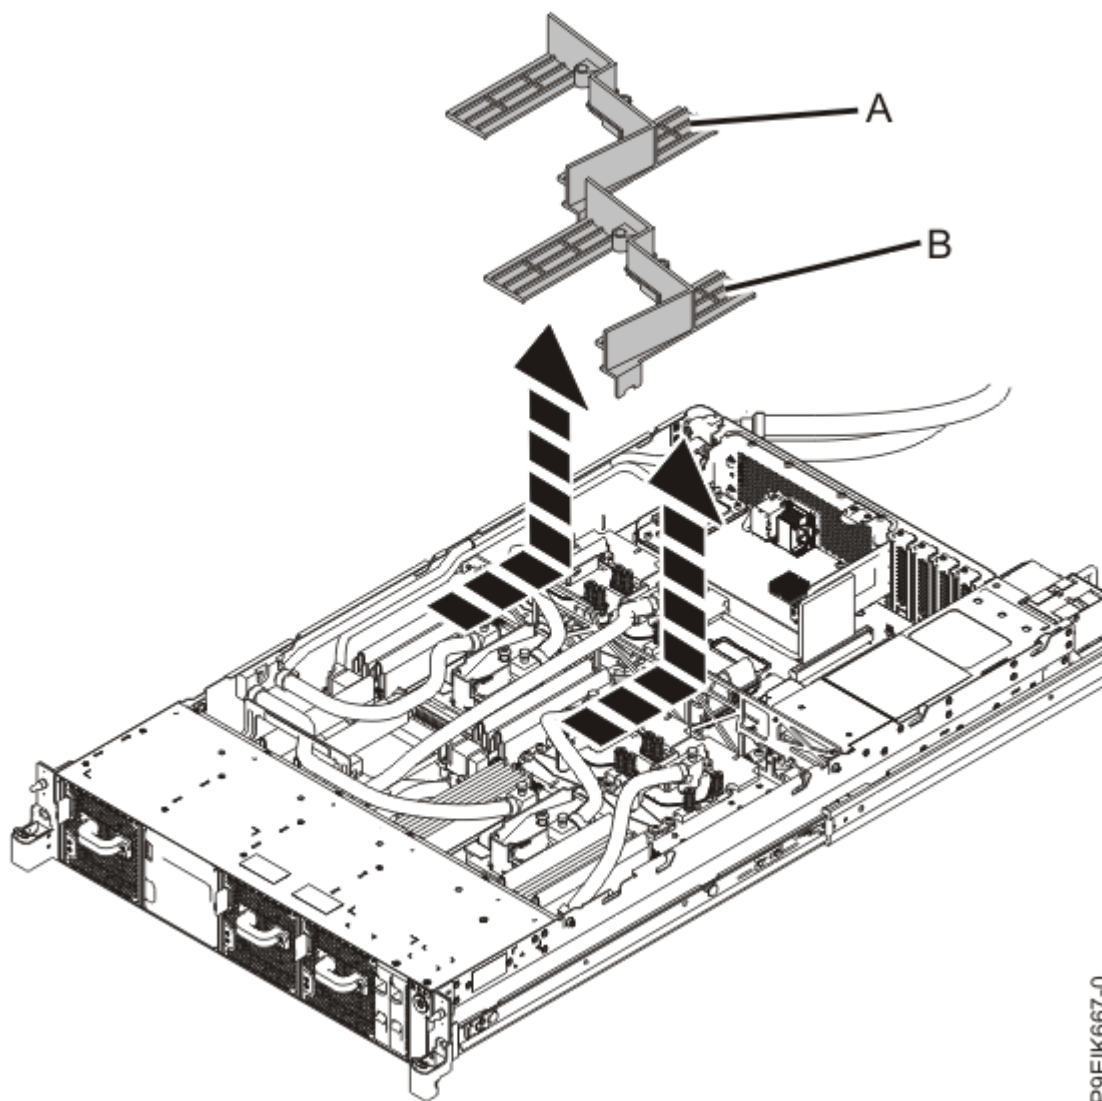

Figure 93. Retrait des grilles d'aération de la mémoire
2. Retirez les grilles d'aération **(A)** et **(B)** comme illustré à la Figure 93, à la page 104.